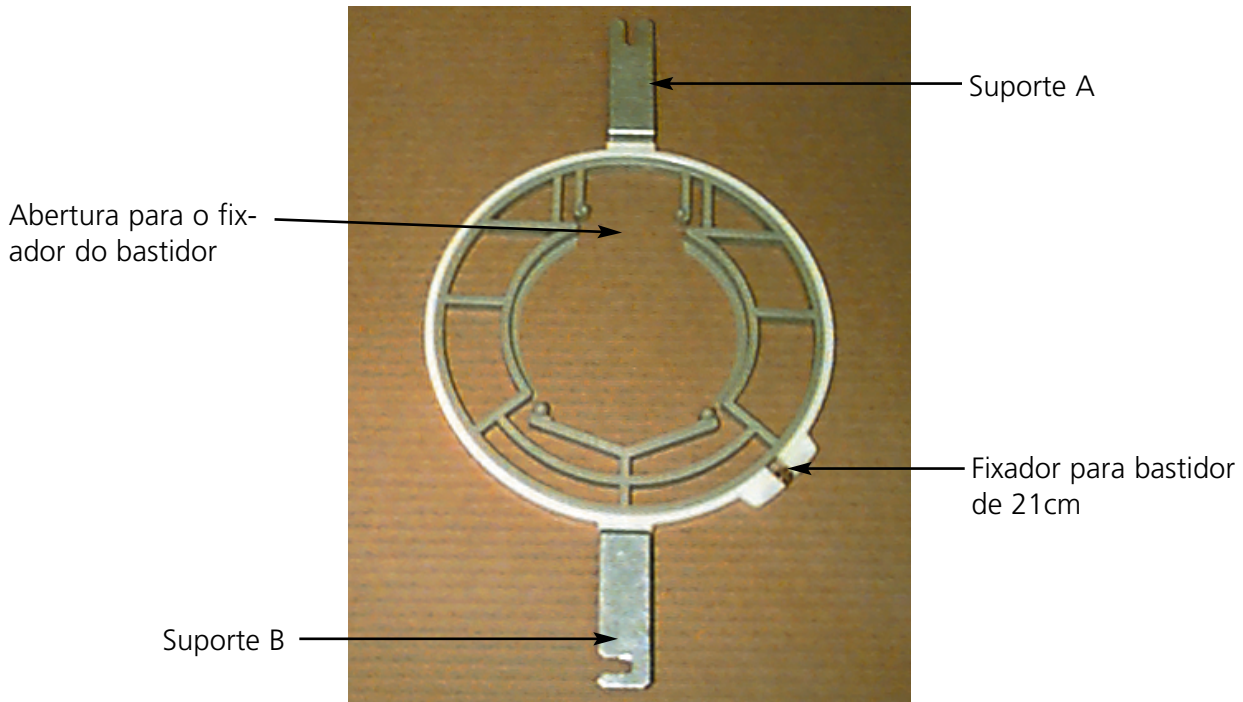

Figura 3-21
2. Retirar o bastidor interior do bastidor de 21cm com os dois suportes (indicado na figura 3-21).
3. Introduzir o bastidor de aranha que se pretende usar por tal forma que a abertura na aranha para o tensionador do bastidor fique centrada no suporte em relação à ranhura em frente à parte de trás (suporte A na figura 3-21). Apertar a aranha com o tensionador de bastidor de 21cm.
4. Relativamente à figura 3-21, empurrar o suporte A para o seu lugar no parafuso alado na parte de trás do quadro de caixilho e, seguidamente, levar o suporte B para o seu lugar no parafuso alado na parte da frente do quadro de caixilho.